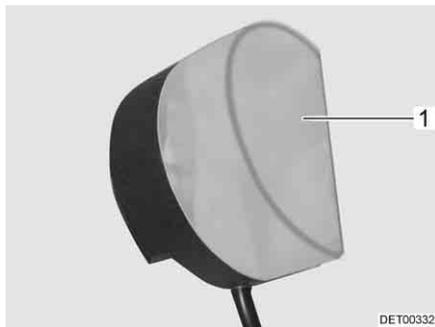

Bild 231 Kleiderschrankleuchte
- Leuchtenabdeckung (Bild 231,1) leicht zusammendrücken und abnehmen.